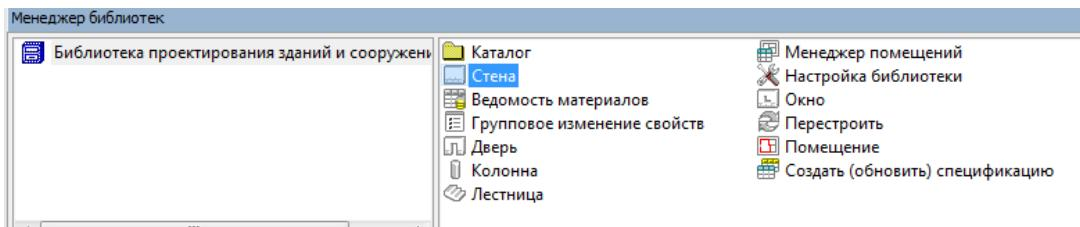

Рисунок 1.2.7. Команда Стена в библиотеке АС\АР
4. Выберите команду Стена Рис. 1.2.7.